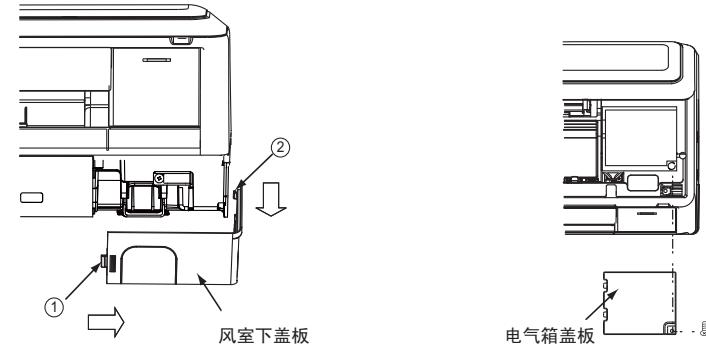

图14
(1) 接线盖板拆去顺序
· 用手将面框右下角风室下盖板①、②处的勾子沿箭号方向拉，将风室下盖板取下。(如图14)
(2) 电线连接顺序
- 打开面板，拧开面框右侧电气箱盖板螺钉，将其取下。(如图14)